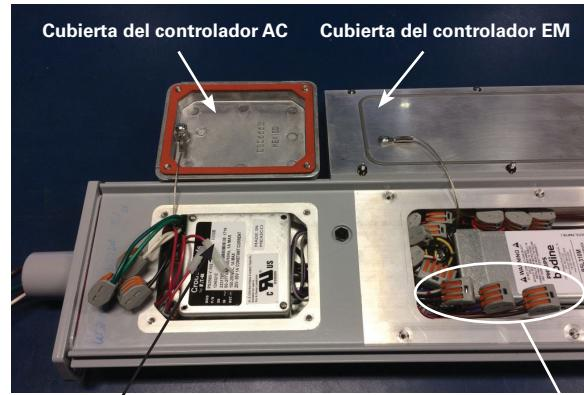

Imagen 13
- Abra la cubierta del controlador AC aflojando los cuatro (4) tornillos de la cubierta de acero inoxidable, número 10-32 x 0,75" (ver Imagen 13). Todos los componentes en el dispositivo están conectados de manera que solo los cables en línea, neutrales y a tierra deban ser conectados en el dispositivo a los cables conductores (o terminales) de acuerdo con los diagramas de cableado (ver Imágenes 16 y 17) y los métodos que cumplen con todos los códigos aplicables. Cortar primero el conductor a tierra del equipo (verde), luego el común (blanco) y finalmente la línea de voltaje (negro). Apriete todas las conexiones eléctricas. **NOTA:** Las aberturas estándar son de 3/4" NTP.
- Si no hay alimentación continua (TF) o conexiones de conmutador, proceda al Paso 9.
- Para el sufijo TF, use la línea de pescado suministrada de fábrica para jalar a través de los conductores de alambre para el cableado del controlador o para dispositivos múltiples de conexión en cadena (máximo de cinco (5)). Consulte el esquema para el
- Para conectar una fuente de energía conmutada adicional, retire la cubierta del controlador EM aflojando los diez (10) tornillos de la cubierta de acero inoxidable, número 8-32 x 0,50" (ver Imagen 13). Ubique el conector con el controlador EM negro y los cables rojo/blanco. Desconecte el cable rojo/blanco y vuelva a conectarlo a una entrada de línea conmutada según los diagramas de cableado utilizando los métodos que cumplen con todos los códigos aplicables.
- Para conectar el interruptor de prueba remoto, retire la cubierta del controlador EM tal como se describe en el Paso 8. Ubique los dos (2) conectores con el controlador EM morado y los cables marrones. Conecte los cables al interruptor de prueba utilizando los conectores de 3 conductores suministrados.
- Vuelva a instalar la cubierta del controlador EM y ajuste los diez (10) tornillos de montaje a 20 pulgadas-libras. (2.3 N-m).
- Vuelva a instalar la cubierta del controlador AC y ajuste los cuatro (4) tornillos de montaje a 32 pulgadas-libras. (3.6 N-m).